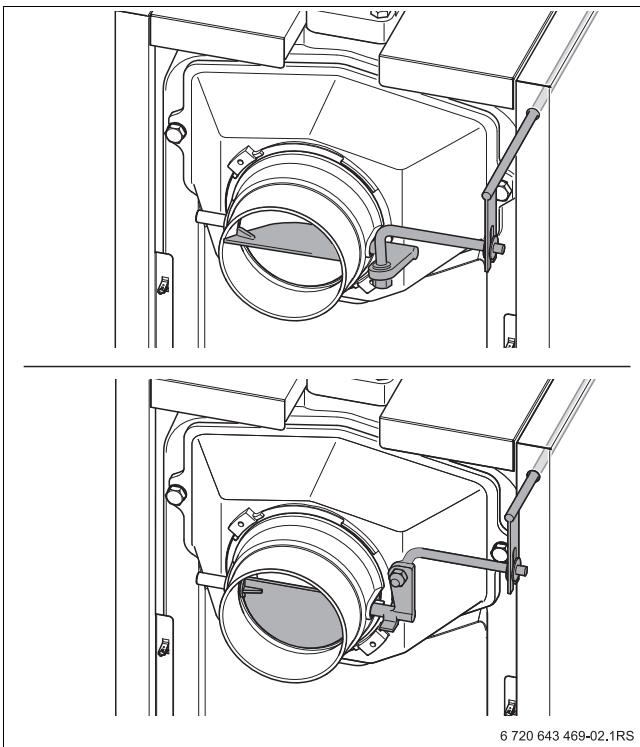

Рис. 8 Дымовая заслонка (вверху открыта; внизу закрыта)
- ▶ Чтобы предотвратить потери тепла в дымовой трубе, по возможности в зависимости от тяги прикройте дымовую заслонку (→ рис. 8, нижний).
- ▶ Если дымовые газы выходят плохо (недостаточная тяга), то снова откройте дымовую заслонку (→ рис. 8, верхний).
- ▶ Откройте дымовую заслонку для снижения выхода дыма в помещение при загрузке топлива (→ рис. 8, стр. 11, верхний).
- ▶ Закройте загрузочную дверцу [1] и дымовую заслонку (→ рис. 8, стр. 11).